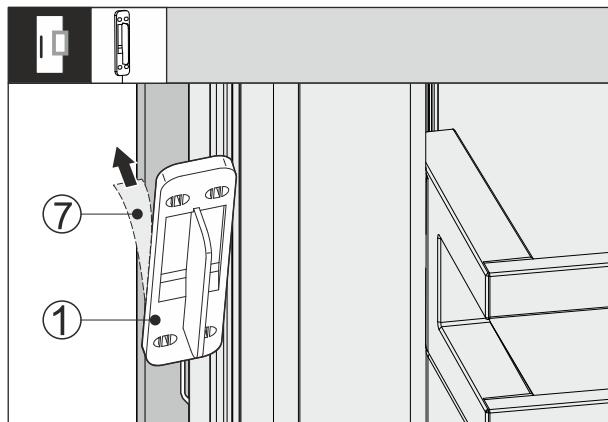

Fig. 65
- ▶ Odstranite zaščitno folijo Fig. 65 (7) s hrbtnje strani Fig. 65 (1) senzorja trkanja.